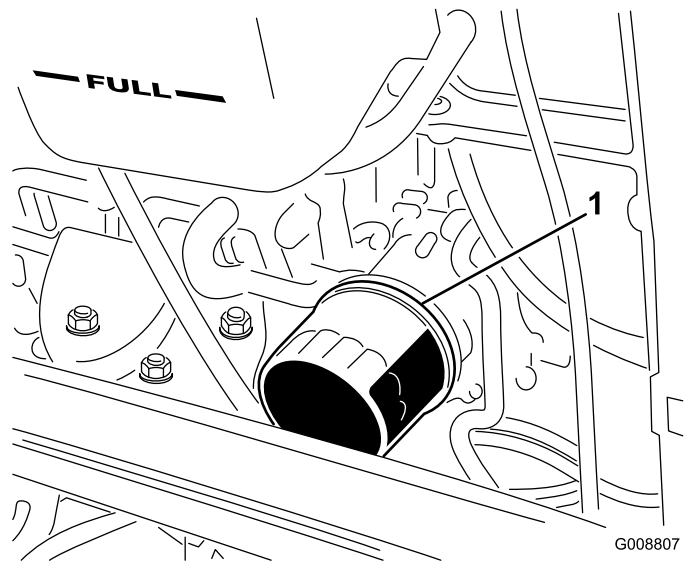

Figure 53
2. Déposez le filtre à huile (Figure 53). Appliquez une fine couche d'huile propre sur le joint du filtre de rechange avant de le visser en place. Ne serrez pas excessivement.